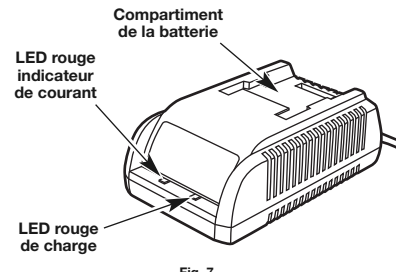

Fig. 7
2. Le LED rouge, indicateur de courant, s'allumera (Fig. 7).
- REMARQUE :** Assurez-vous que la batterie est complètement insérée dans le chargeur en vous assurant que le LED rouge de charge de batterie est allumé (Fig. 7).
4. Dès que la batterie est complètement chargée le LED rouge de chargement devient vert (Fig. 7).